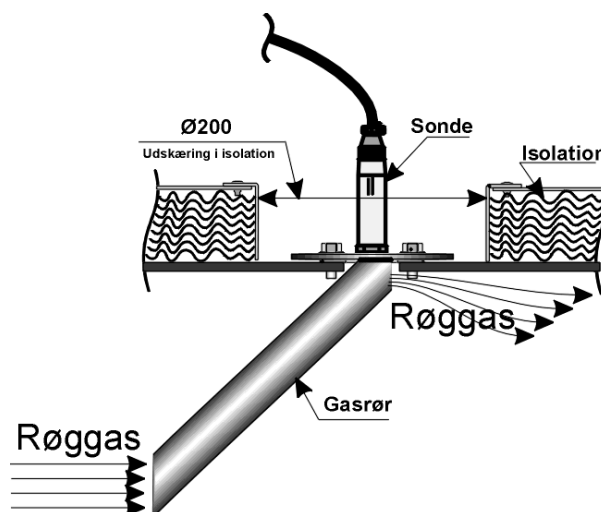

Fig.4
6. Røggassen, der passerer sonden, skal være repræsentativ. Ved større røggaskanaltværsnit anvendes et Scan Tronic røggaslederør, Fig.4.
Tegningen, Fig.4, viser sonde og gaslederør monteret i røggaskanalen.